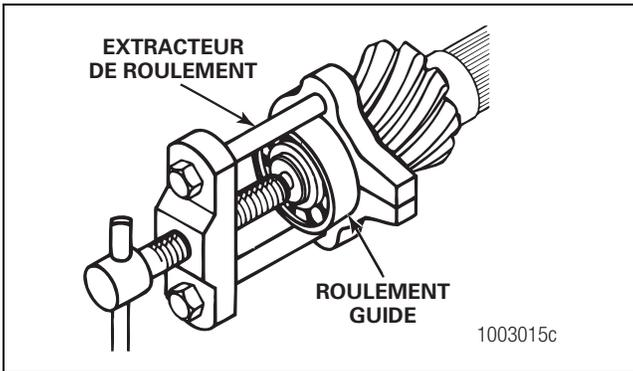
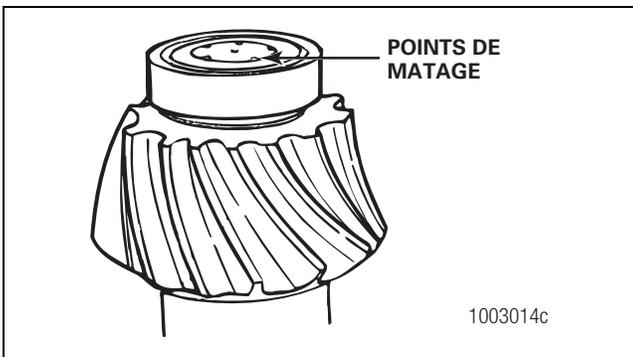

Figure 3.32
Figure 3.33
9. Chasser le roulement guide du pignon d'attaque à l'aide d'un extracteur de roulement. Figure 3.32. Certains roulements guides sont fixés au pignon d'attaque à l'aide d'un outil de matage spécial. Figure 3.33.